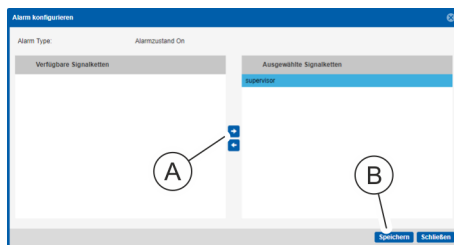

Abb. 133: Fenster "Alarm konfigurieren"
13. ➔ Im Fenster "Alarm konfigurieren" eine Signalkette auswählen und über die Schaltfläche „→“ (Abb. 133/Ⓐ) ins Feld „*ausgewählte Signalketten*“ schieben. Auswahl über die Schaltfläche „*Speichern*“ (Abb. 133/Ⓞ) bestätigen.